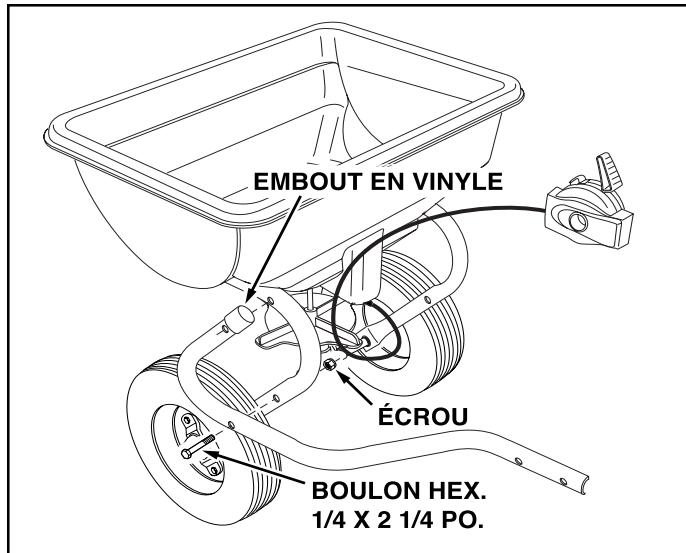

FIGURE 1
1. Placez les embouts en vinyle sur les extrémités des tubes gauche et droit de l'attelage. Voir la Figure 1.
2. Montez le tube d'attelage droit sur le tube de l'épandeur en utilisant deux boulons hexagonaux de $1/4 \times 2 \frac{1}{4}$ po. et deux écrous. Ne serrez pas pour l'instant. Répétez l'opération pour le tube d'attelage gauche. Voir la Figure 1.